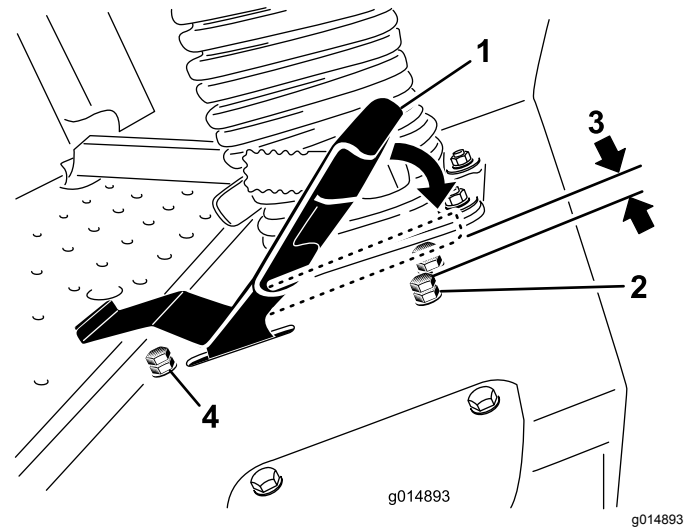

Figura 65
3. Afloje la contratuerca del perno de tope del pedal de tracción (Figura 65).